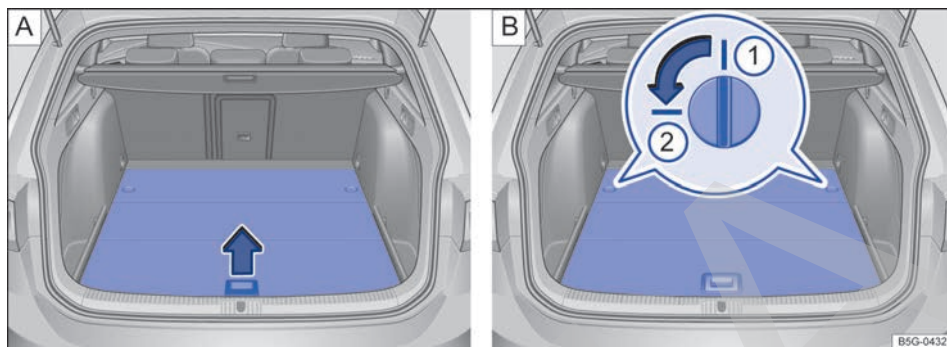

Fig. 107 En el maletero: **A** Levantar el piso del maletero. **B** Posición **1**: bloqueo del piso del maletero cerrado, posición **2**: bloqueo abierto.
- Para *abrir* el portaobjetos, agarre el piso del maletero por la cavidad \Rightarrow fig. 107 **A** y levántelo (flecha).
- Para *abrir el portaobjetos o desmontar el piso del maletero*, gire los dos cierres \Rightarrow fig. 107 **B** (imagen ampliada) un cuarto de vuelta (90°) en el sentido de la flecha (posición **2**).
- Agarre el piso del maletero por la cavidad \Rightarrow fig. 107 **A** y levántelo (flecha).
- Para *montar el piso del maletero*, asegúrese de que los dos cierres ⇒ **fig. 107 B** (imagen ampliada) se encuentren en la posición **2**.
- Gire los dos cierres ⇒ **fig. 107 B** (imagen ampliada) un cuarto de vuelta (90°) en el sentido contrario al de la flecha (posición **1**).
- Agarre el piso del maletero por la cavidad ⇒ **fig. 107 A** y levántelo (flecha).
- Gire los dos cierres ⇒ **fig. 107 B** (imagen ampliada) un cuarto de vuelta (90°) en el sentido de la flecha (posición **2**).